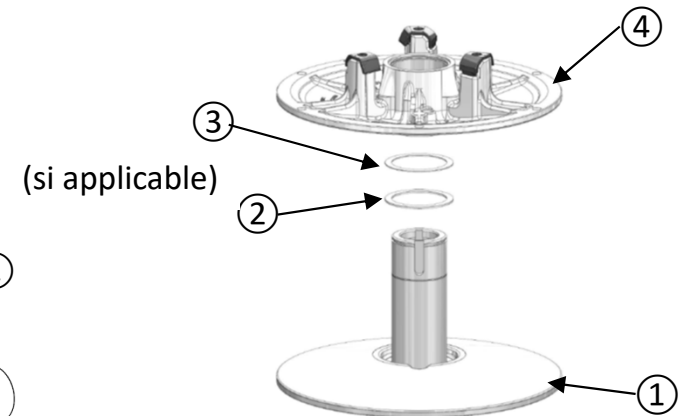

Figure 29
- Mettez les rondelles ② et ③ (si applicable) sur le flasque fixe ① puis placez le flasque coulissant ④ (figure 29).